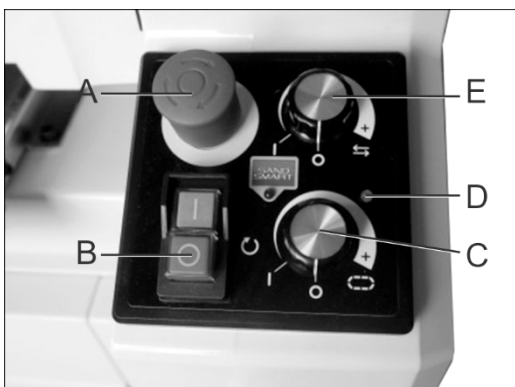

Figure 9-1: Panneau de commande
2. Déverrouillez l'arrêt d'urgence (A, Figure 9-1) en tournant le bouton rouge dans le sens des aiguilles d'une montre ou en le tirant vers le haut.
La ponceuse peut être utilisée avec ou sans oscillation. Le bouton supérieur (E, Fig. 9-1) active le mode oscillation.